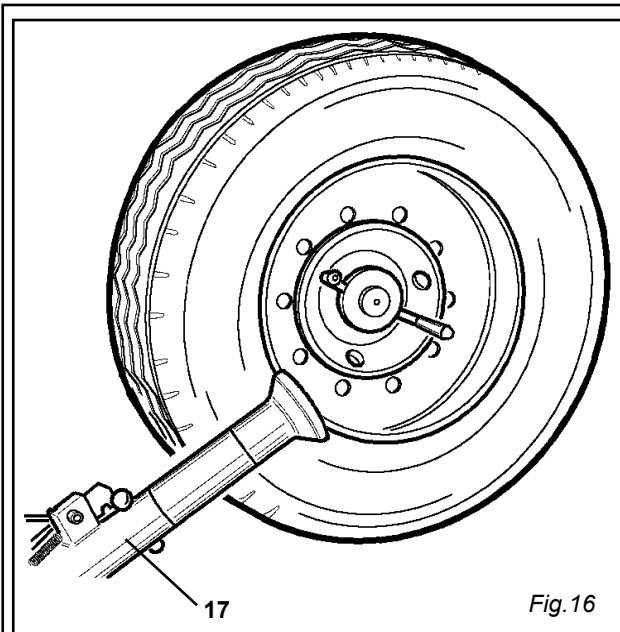

Fig. 16
- 2) Abbassare il braccio porta utensili (17) in posizione di lavoro, fino a che si sarà agganciato con l'apposito cricchetto.
- 3) Agendo sulle leve (3) (4) fare in modo che il rullo di smontaggio si posizioni in prossimità del bordo del cerchio. (Fig. 16)